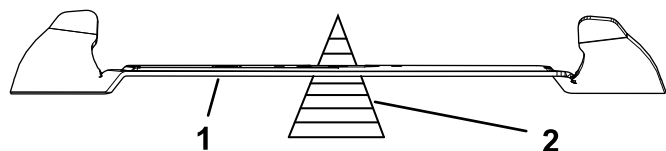

Figure 90
- Vérifiez l'équilibre de la lame en la plaçant sur un équilibreur (Figure 90).
Remarque: Si la lame est déséquilibrée, limez un peu l'extrémité lourde de la lame au niveau de l'ailette seulement (Figure 90).